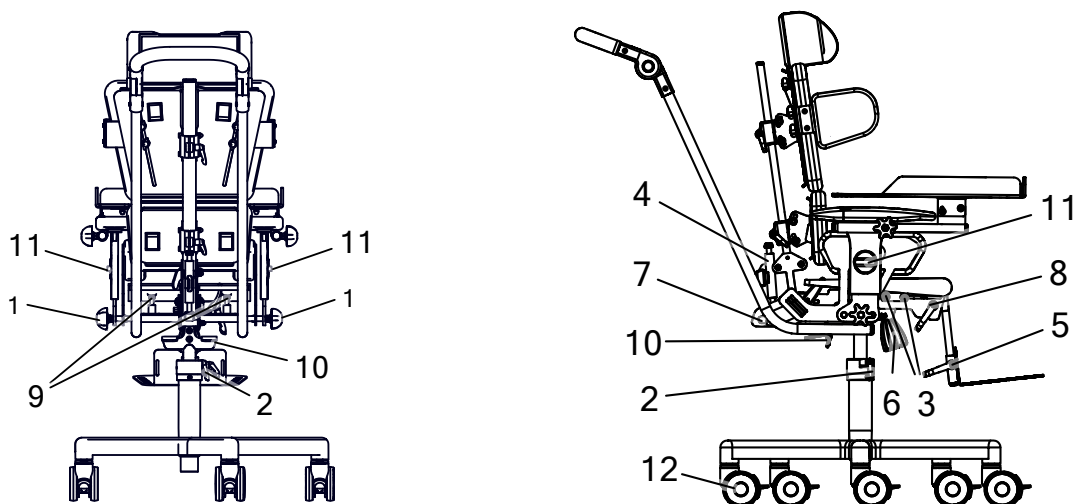

Fig. 6
Gli elementi di regolazione principali sono mostrati in Fig. 6
Ruotare il pomello (11) Fig. 6 fino al raggiungimento dell'altezza desiderata. I pomelli si trovano sul lato sinistro e destro e funzionano indipendentemente l'uno dall'altro in modo da potere regolare l'altezza dei braccioli in maniera asimmetrica.
Ruotare il pomello (6) Fig. 6 fino ad ottenere la posizione desiderata.
Per aumentare l'altezza della seduta rispetto al pavimento, allentare prima il pomello (2) Fig. 6 e premere la leva del meccanismo di rilascio (10) (verso la parte anteriore del dispositivo). La molla a gas fa automaticamente alzare la seduta. Dopo avere effettuato la regolazione, serrare nuovamente il blocco di rotazione. Per diminuire l'altezza della seduta, allentare il pomello (2) del blocco di rotazione e premere la leva (10), applicando simultaneamente pressione sulla seduta. Impostare l'altezza desiderata e rilasciare la leva (10) per bloccare la seduta nella posizione desiderata. Serrare nuovamente il blocco di rotazione.
Girare i perni (9) Fig. 6 in senso orario o antiorario fino a che non si ottiene la posizione desiderata.
NOTA! I perni (9) Fig. 6 si trovano nel lato sinistro e destro del dispositivo e sono indipendenti tra loro per garantire una regolazione asimmetrica dei supporti glutei.